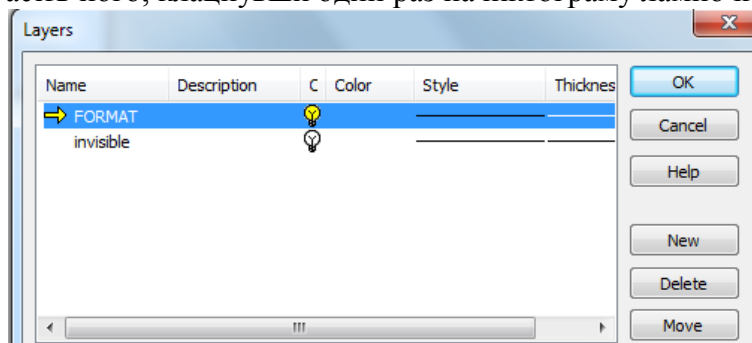

Рис. 8.2.8. Створення шару Invisible.
8. Запустіть  інструмент налаштування шарів з панелі інструментів **СЛОИ** | **FORMAT** . Створіть новий шар з ім'ям INVISIBLE, присвойте йому тип ліній і колір, погасіть його, клацнувши один раз на піктограму лампочки (рис. 8.2.8).